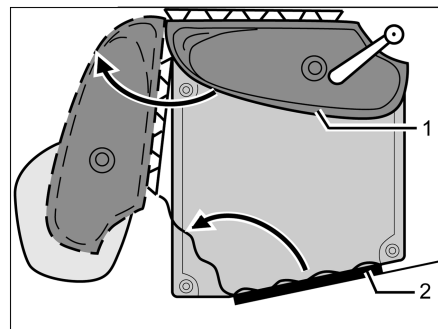

Bild 349 Vario-toalett
- Vrid tvättstället med bakväggen (Bild 349,1) i pilens riktning.
- Gå in i toalettrummet och stäng och lås toalettdörren (Bild 349,2) inifrån.